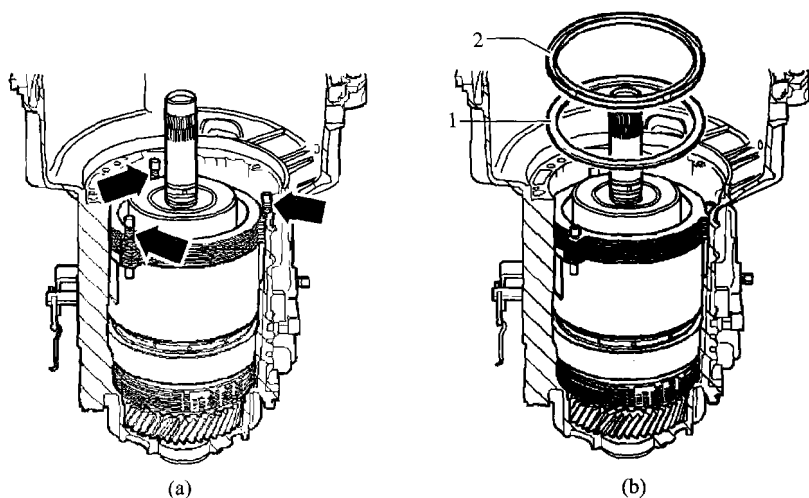

图 5-33 安装 B_2 的制动片
(13) 安装 B_2 的制动片,如图 5-33 所示。先装上一个 3 mm 厚外片;将 3 个弹簧盖装入外片;插入压力弹簧(箭头所示);除最后一个外片外,装上所有片子,把 3 个弹簧盖装到压力弹簧上。装入最后一个 3 mm 的外片,安装调整垫片,将垫圈安装到调整垫片上且光滑面朝向调整垫片。如果更换了隔离管、自动变速器油泵、制动片,则应调整制动器 B_2 。